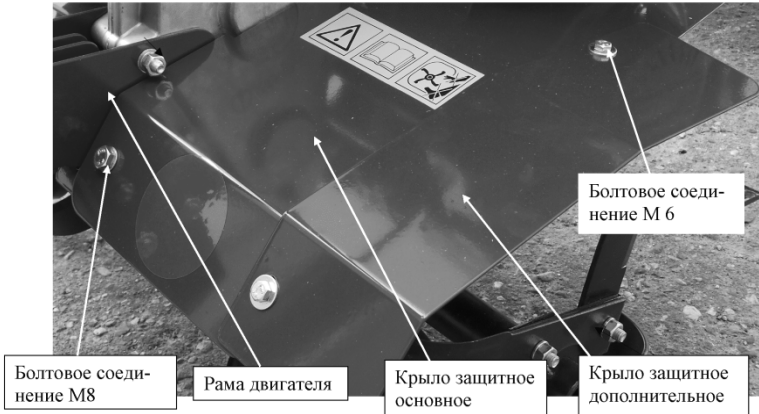

Рис.6
7. Установите защитные крылья и закрепите болтовые соединения М8 (рис.6). Основные защитные крылья устанавливаются под раму двигателя. Предварительно раскрутите гайки с шайбами передних болтов крепления двигателя. После установки основных защитных крыльев зафиксируйте передние болты двигателя. Используя болтовое соединение М6 установите дополнительные защитные крылья.